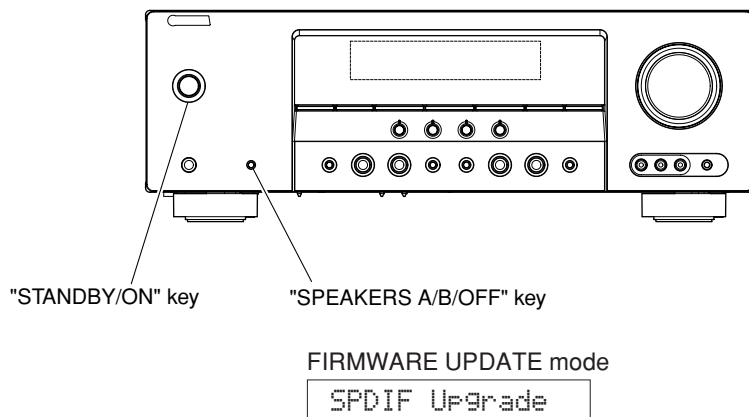

Fig. 2
2. While pressing the "STANDBY/ON" key and "SPEAKERS A/B/OFF" key of the main unit simultaneously, connect the power cable of the main unit to the AC outlet. (Fig. 2)
The FIRMWARE UPDATE mode will then be activated and "SPDIF Upgrade" is displayed. (Fig. 2)
2. 本機の"STANDBY/ON"キーと、"SPEAKERS A/B/OFF"キーを押しながら、本機の電源コードをACコンセントに接続します。(Fig. 2)
FIRMWARE UPDATEモードが起動し、"SPDIF Upgrade"が表示されます。(Fig. 2)